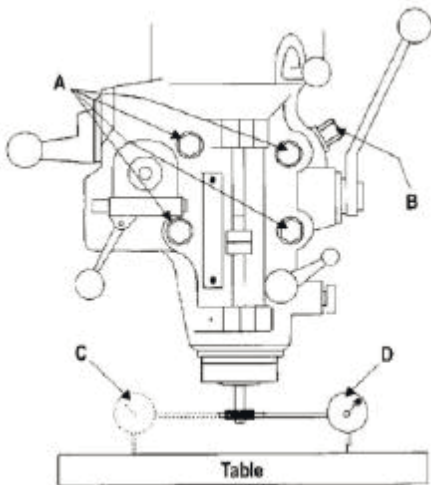

Рис. 21
5. Установите циферблатный индикатор в оправке и закрепите посредством сцепного бруса (см. рис. 21).
- c. Настройте циферблатный индикатор в оправке и закрепите посредством цепного бруса (см. рис. 21).